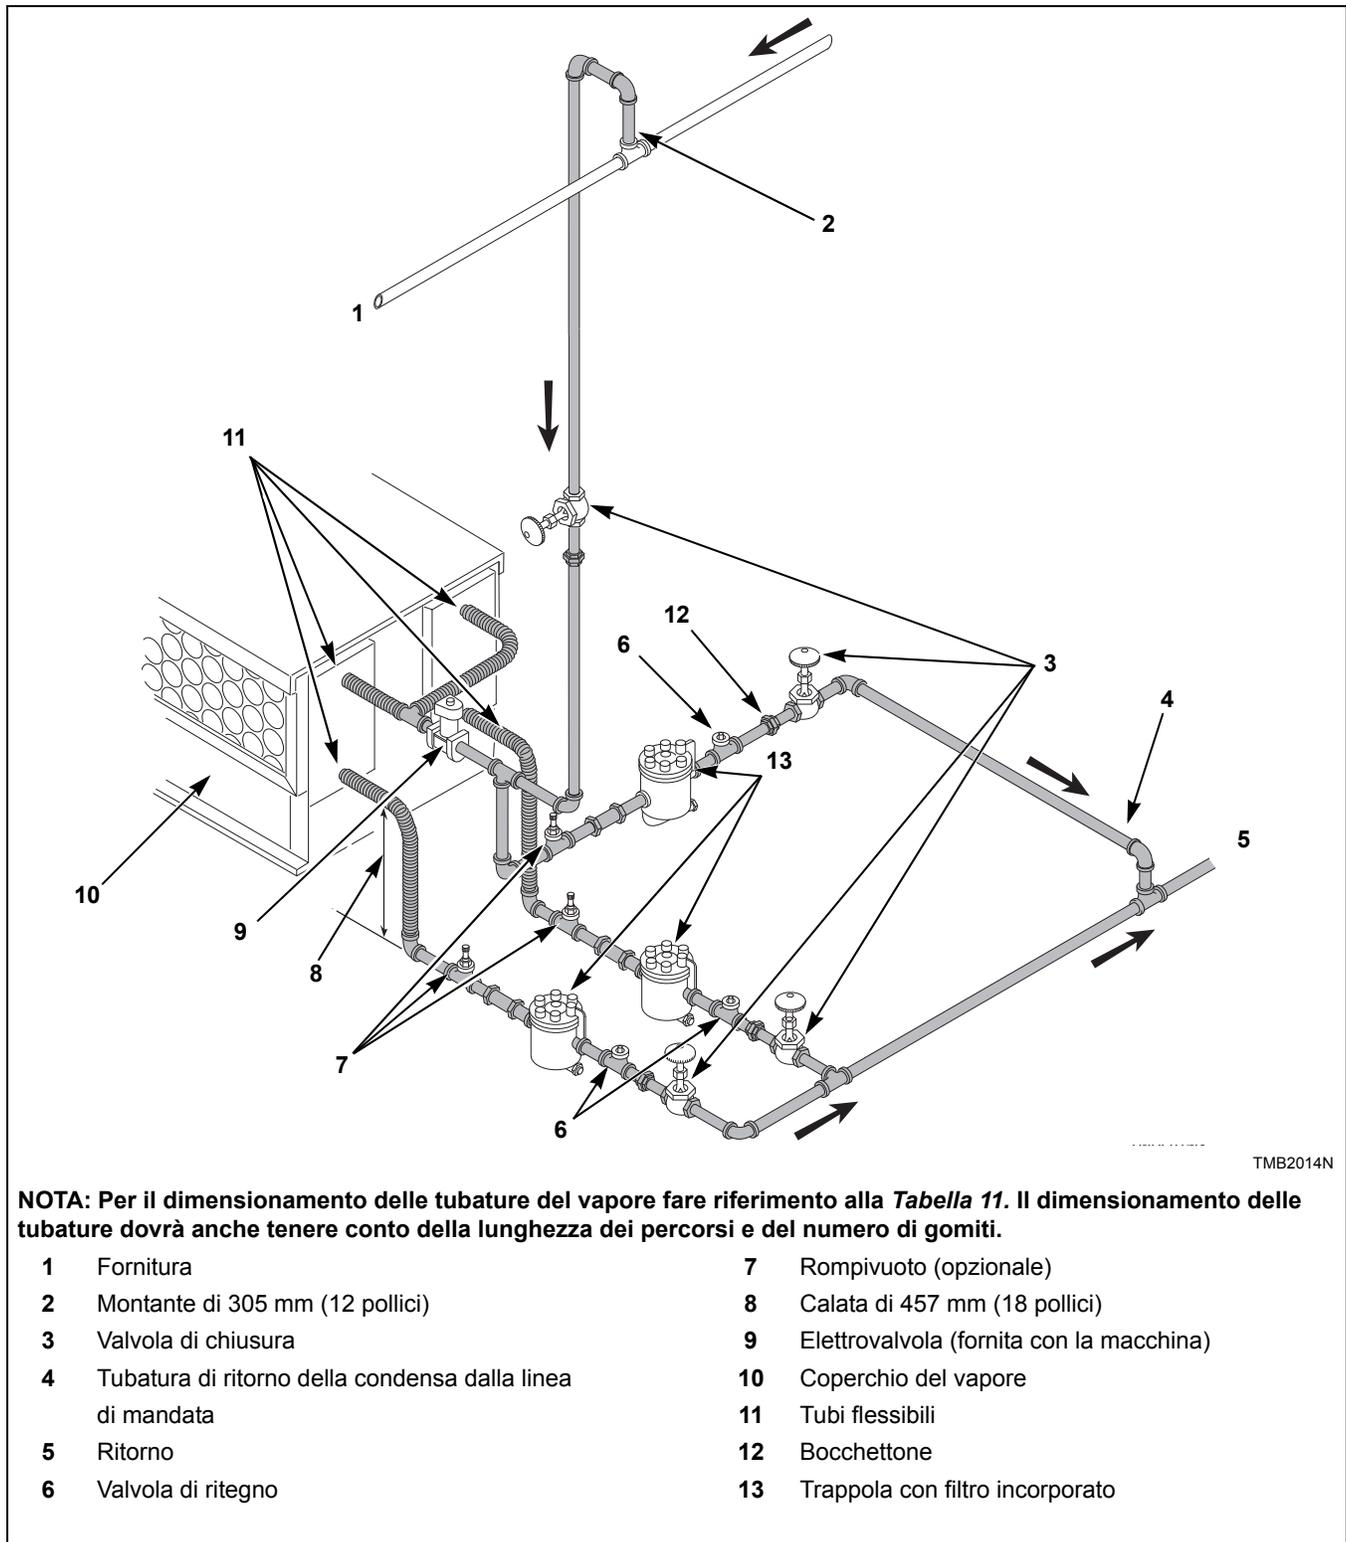

Figura 26
- Riferirsi alla *Figura 26* per vedere quali siano le configurazioni di tubatura corrette per il vapore.
La trappola per il vapore deve essere installata e la bobina di uscita deve essere collegata alle linee di ritorno del condensato. I seguenti punti indicano la procedura per installare la trappola per il vapore e per collegare le linee di ritorno del condensato. Esaminare la *Figura 26* per un tipico schema di installazione.